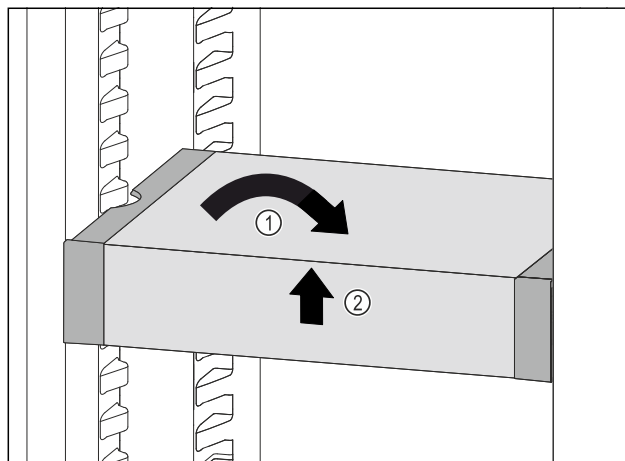

Fig. 70
- ▶ Seadke VarioSafe otseks. Fig. 70 (1)
- ▶ Tõstke VarioSafe eest üles. Fig. 70 (2)